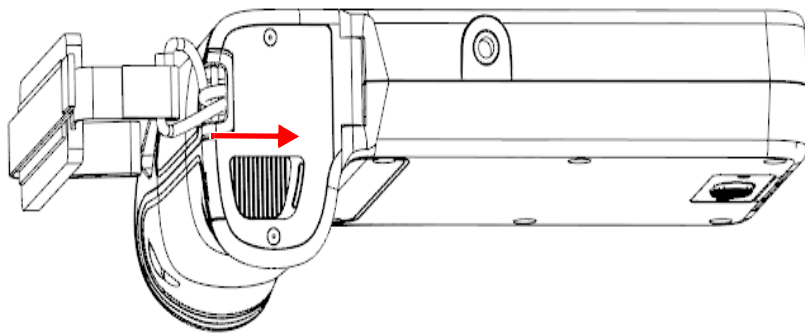

Рис. 4-1 Кнопка деблокировки крышки аккумуляторного отсека
1. Возьмите прибор так, чтобы крышка аккумуляторного отсека находилась вверх, как показано на Рис. 4-1 на стр 41.